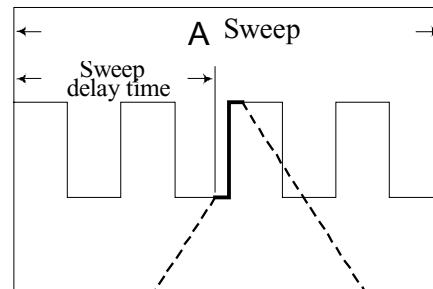

Abbildung 4-14
Stellen Sie mit den HORZ DISPLAY-Tasten (38) den Modus A ein, und bringen Sie die Signalform mit der A-Ablenkung im normalen Maßstab auf den Schirm. Bringen Sie dann den B TIME/DIV-Regler in eine Stellung, die um ein mehrfaches schneller ist als die des A TIME/DIV-Reglers. Überzeugen Sie sich, daß die HORZ DISPLAY-Taste TRIG'D nicht gedrückt ist, und drücken Sie anschließend die HORZ DISPLAY-Taste A INT. Ein Teil der angezeigten Signalform ist jetzt wie in Abbildung 4-14 gezeigt hervorgehoben und weist auf die Bereitschaft zu einer verzögerten Ablenkung hin. Der Teil mit der größeren Helligkeit kennzeichnet den Bereich, der der B-Ablenkzeit (verzögerte Ablenkung) entspricht. Dieser Teil wird dann bei der B-Ablenkung zeitlich gedehnt.